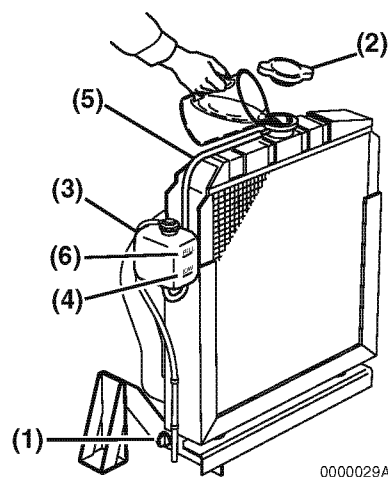
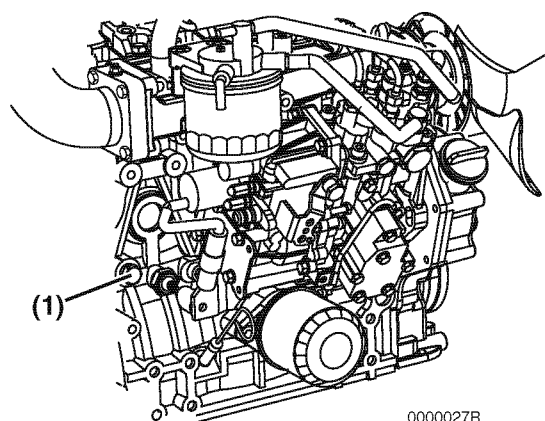
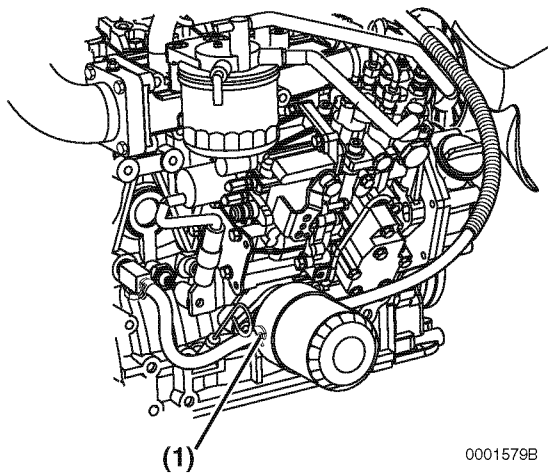

Figure 5
Figure 6
Figure 7
1. Assurez-vous que le bouchon de vidange de radiateur est installé et serré ou que le robinet de vidange (**Figure 5, (1)**) est fermé. Assurez-vous aussi que le bouchon de vidange du liquide de refroidissement (**Figure 6, (1)**) dans le bloc-cylindres est fermé et que les tuyaux de liquide de refroidissement (**Figure 7, (1)**) sont installés sur le refroidisseur d'huile.
2. Retirez le bouchon de radiateur (**Figure 5, (2)**) en le tournant dans le sens inverse des aiguilles d'une montre en effectuant environ 1/3 de tour.
4. Réinstallez le bouchon de radiateur (**Figure 5, (2)**). Aligned les languettes du côté arrière du bouchon de radiateur avec les encoches de l'orifice de remplissage de liquide de refroidissement moteur. Appuyez sur le bouchon et tournez-le dans le sens des aiguilles d'une montre en effectuant environ un 1/3 de tour.
5. Enlevez le bouchon du réservoir de secours (**Figure 5, (3)**) et remplissez-le jusqu'à la marque BAS (FROID) (**Figure 5, (4)**) avec le liquide de refroidissement moteur. Réinstallez le bouchon.
6. Vérifiez le tuyau (**Figure 5, (5)**) qui relie le réservoir de secours (**Figure 5, (3)**) au radiateur. Assurez-vous qu'il est solidement relié et qu'il ne présente aucune fissure ou dommage. Si le tuyau est endommagé, le liquide de refroidissement moteur fuira au lieu de pénétrer dans le réservoir de secours.
7. Faites fonctionner le moteur jusqu'à ce qu'il atteigne la température de service. Vérifiez le niveau du liquide de refroidissement moteur dans le réservoir de secours. Lorsque le moteur est en marche et que le liquide de refroidissement moteur est à une température normale, le niveau du liquide de refroidissement dans le réservoir de secours doit être au niveau ou près de la marque PLEIN (CHAUD) (**Figure 5, (6)**). Si le liquide de refroidissement n'est pas au niveau de la marque PLEIN (CHAUD), ajoutez du liquide de refroidissement dans le réservoir de secours pour amener le niveau du liquide de refroidissement à la marque PLEIN (CHAUD).
1. Vérifiez le niveau du liquide de refroidissement moteur dans le réservoir de secours. Lorsque le moteur est froid, le niveau du liquide de refroidissement dans le réservoir doit être au niveau ou légèrement au-dessus de la marque BAS (FROID) (**Figure 5, (4)**) sur le réservoir de secours de liquide de refroidissement.
Si le niveau du liquide de refroidissement est au niveau de la marque PLEIN (CHAUD) (**Figure 5, (6)**) lorsque le moteur est froid, alors le liquide de refroidissement se dilatera lorsqu'il deviendra chaud et pourra jaillir du tuyau de trop plein.